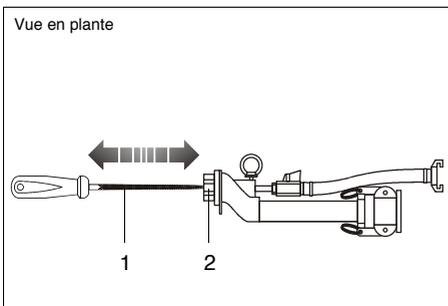

FIG.41 (Nettoyage tuyau air dans la lance de projection)
- 1) Enlever le diffuseur (buse) (**FIG. 41 - Réf. 2**) et le laver avec eau;
- 2) Introduire l'outil (**FIG. 41 - Réf. 1**), (en dotation) dans le tuyau d'air de la lance de projection pour enlever toute encrustation.